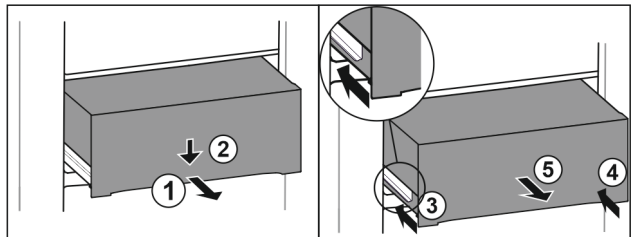

Fig. 117
- Schubfach halb herausziehen. Fig. 117 (1)
- Schubfach an der Vorderseite nach unten drücken. Fig. 117 (2)
- Linke Schiene etwa 2 cm (13/16 in) einschoben. Fig. 117 (3)
- Rechte Schiene etwa 2 cm (13/16 in) einschoben. Fig. 117 (4)
- Schubfach nach vorne entnehmen. Fig. 117 (5)